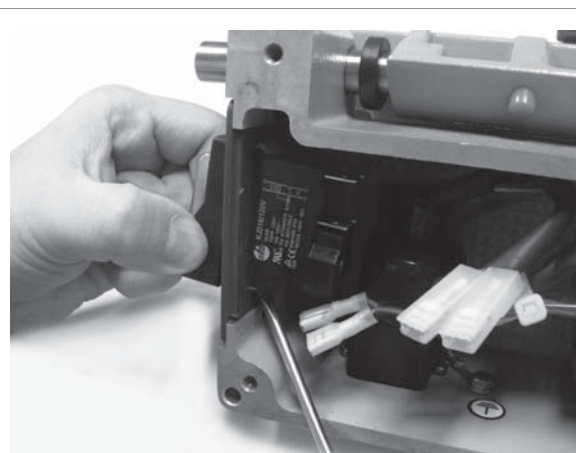

Fig. 36
- 3) Extraer el interruptor presionando las aletas con la ayuda de un destornillador (Fig. 36).